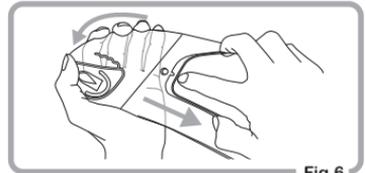

Fig.6
- ①Retire la visera del casco.
- ②Retire las lentes de inserción Pinlock® originales de los pasadores excéntricos flexionando la visera. (Fig.6)